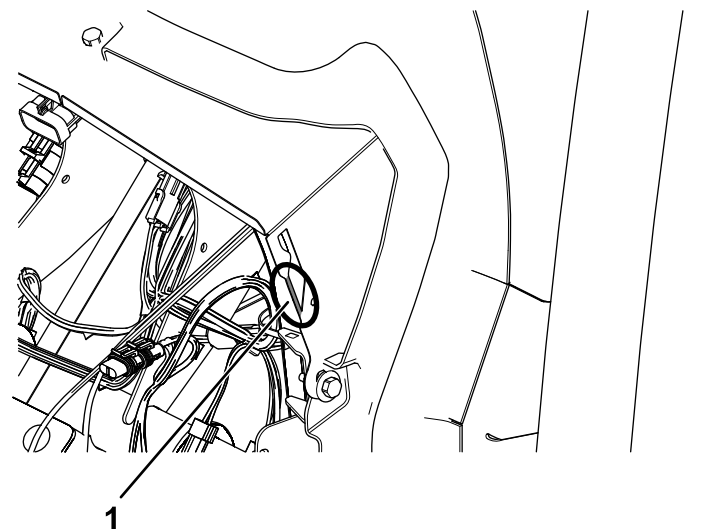

Figure 41
3. Avec un ciseau de ferblantier, enlevez le tenon d'expédition de chaque côté de la gouttière d'évacuation (Figure 41).